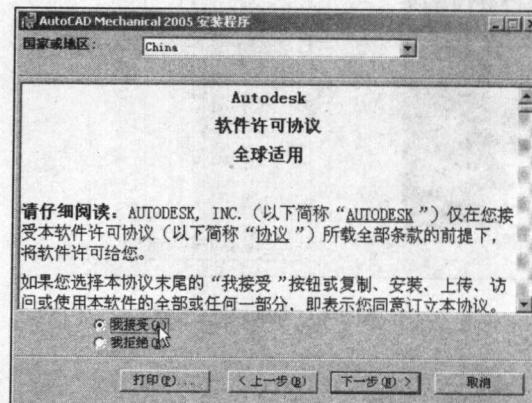

图 1-3 软件许可协议窗口
(3) 系统会弹出软件许可协议窗口，如图 1-3 所示。如果同意协议书中的内容，则选中“我接受”单选按钮，然后单击“下一步”按钮，将弹出要求输入序列号的窗口。如果不同意协议中的内容，将不能安装该软件。